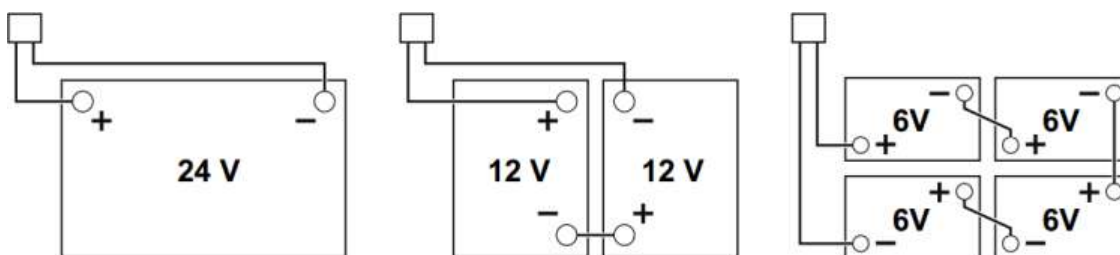

Рис. 1
- подключенными согласно схеме на Рис. 1.